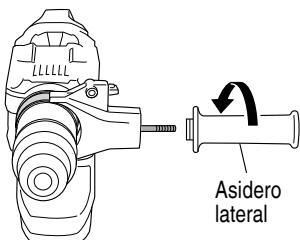

Fig. 6
- (4) Ajuste la banda en una posición que resulte adecuada para la tarea, gire el asidero lateral para apretar la banda. Asegúrese de que la banda esté fija de forma segura. (Fig. 6)